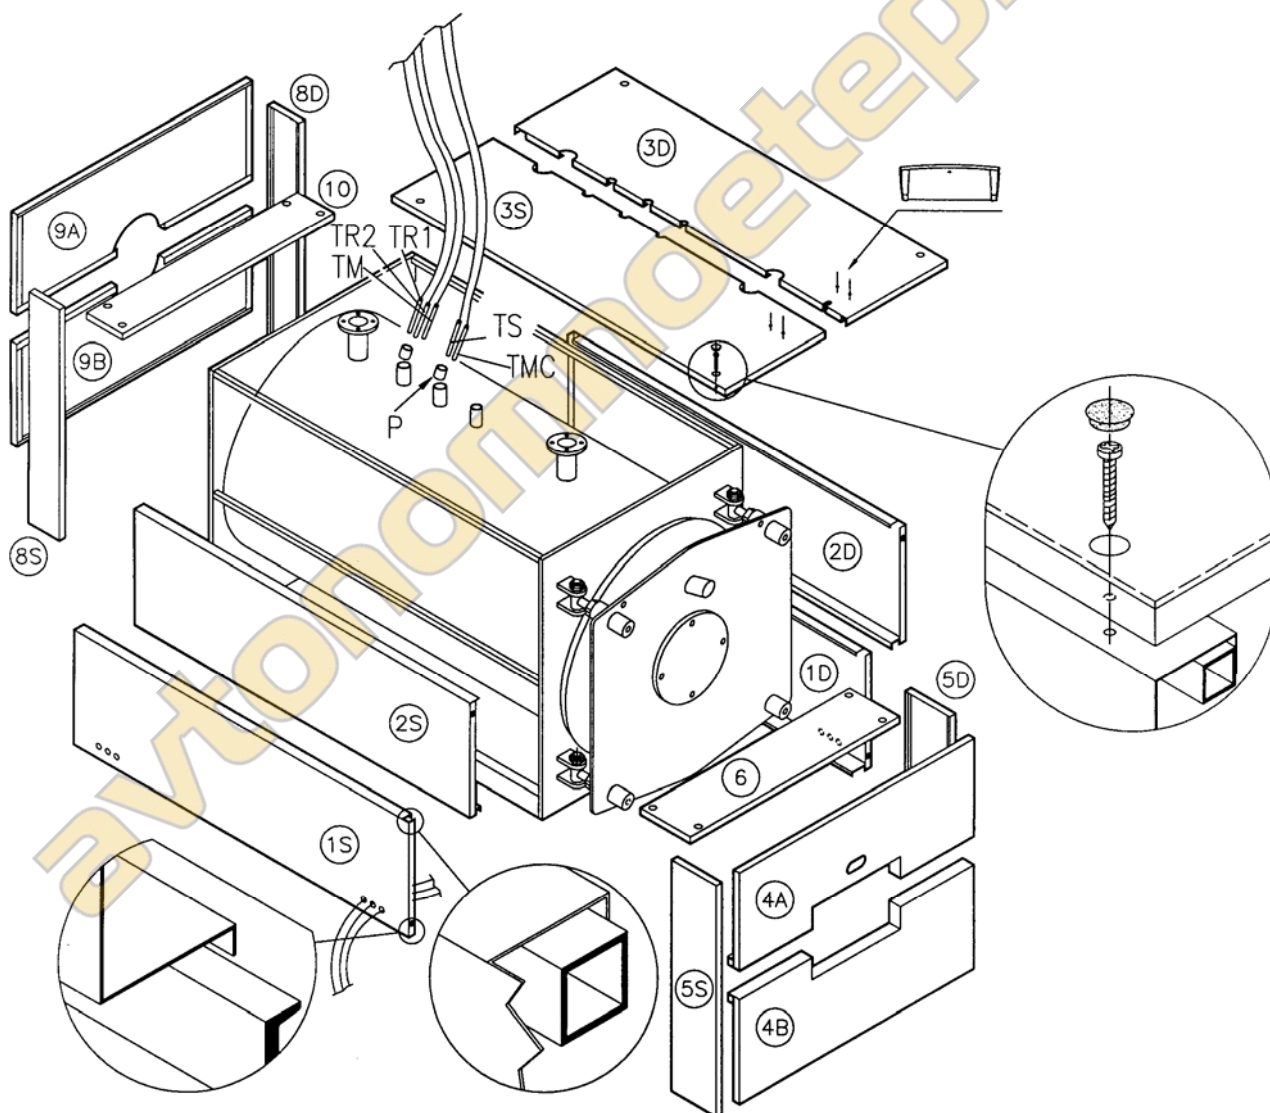

Рис. 9
4.3 ОБШИВКА КОТЛА REX/REX K 50÷130 (Рис. 9)
- a) Обернуть стекловатой корпус котла, оставив видимыми Зумпфы для колб (P), расположенные на правой стороне.
- d) Установить верхнюю панель (3S) на котел; зафиксировать панель управления на панели (3S); размотать капилляры термостатов и термометра и вставить колбы в зумпфы (P).